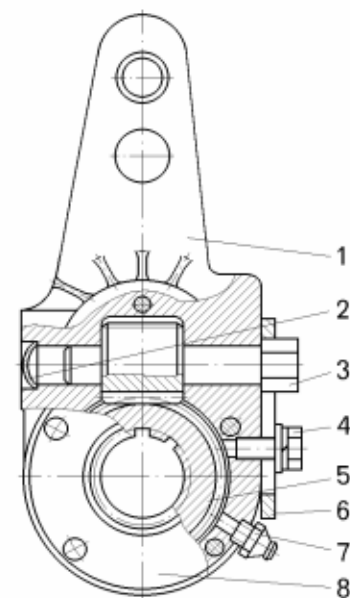

Рисунок 12.14 – Регулировочный рычаг:
Для разборки регулировочного рычага (рисунок 12.14) с помощью зубила и молотка срубите головки заклепок, вынуть заклепки и снять боковые крышки 8 рычага. Отвернуть болт 4 и снять стопорную пластину 6. Вынуть из корпуса рычага заглушку 2 и, используя специальную оправку и молоток, выпрессовать ось 3 из червяка. Вынуть червяк и червячное колесо 5.
- расстопорить ось червяка 3 (рисунок 12.14) регулировочного рычага;
- расстопорить червяк регулировочного рычага, для чего необходимо вывернуть болт 4 (смотри рисунок 12.14) на один оборот и сместить стопорную пластину 6;